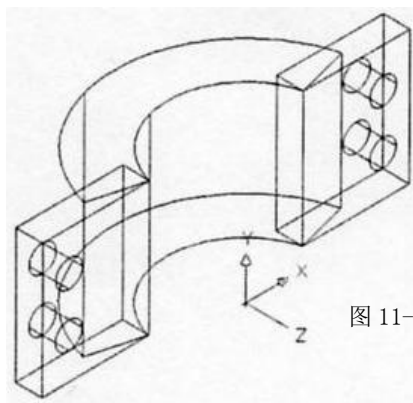

图 11-42 镜像结果
16、按 Enter 键, 镜像效果如图 11-42 所示。单击【并集】按钮, 将所有实体合并为一个实体。在命令行中输入 ucs, 命令行提示如下。